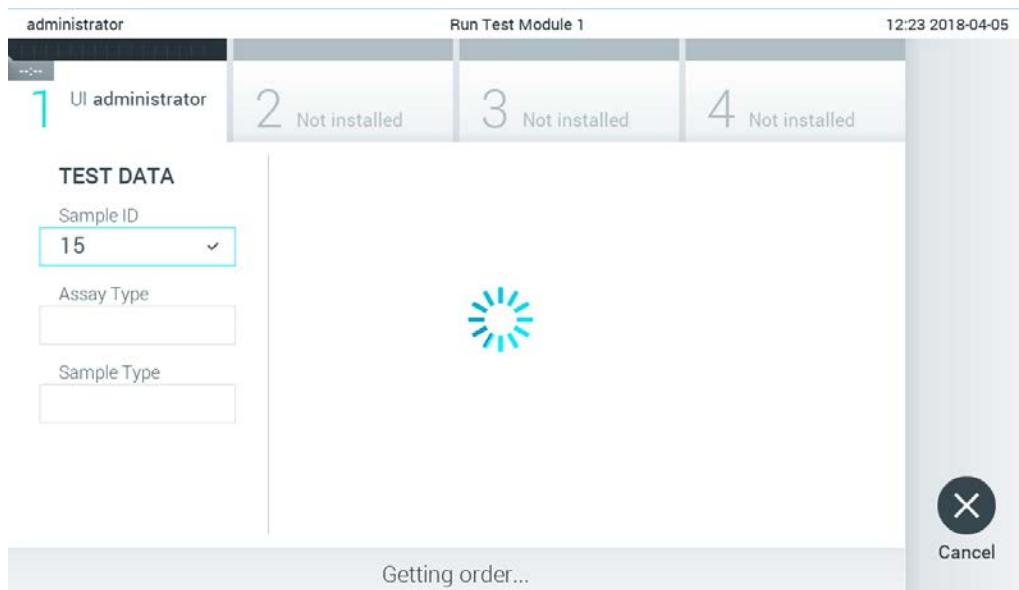

Figura 82. Afisaj in timpul regasirii comenzii de testare.
3. ID-ul probei va fi trimis către gazdă și, în timp ce QIAstat-Dx Analyzer 1.0 așteaptă o comandă de testare, se afișează mesajul „Getting order...” („Se obține comanda...”) (Figura 82).